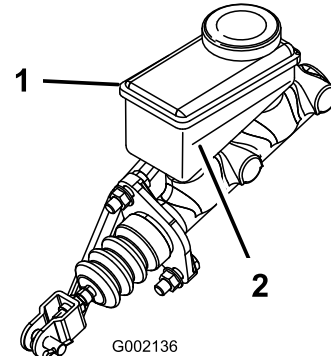

Bild 123
5. Lesen Sie den Flüssigkeitsstand am Stutzen an der Seite des Behälters ab (Bild 123).
- B. Füllen Sie DOT 3-Bremsflüssigkeit in den Behälter, bis der Füllstand über der Minimum-Markierung liegt (Bild 123).